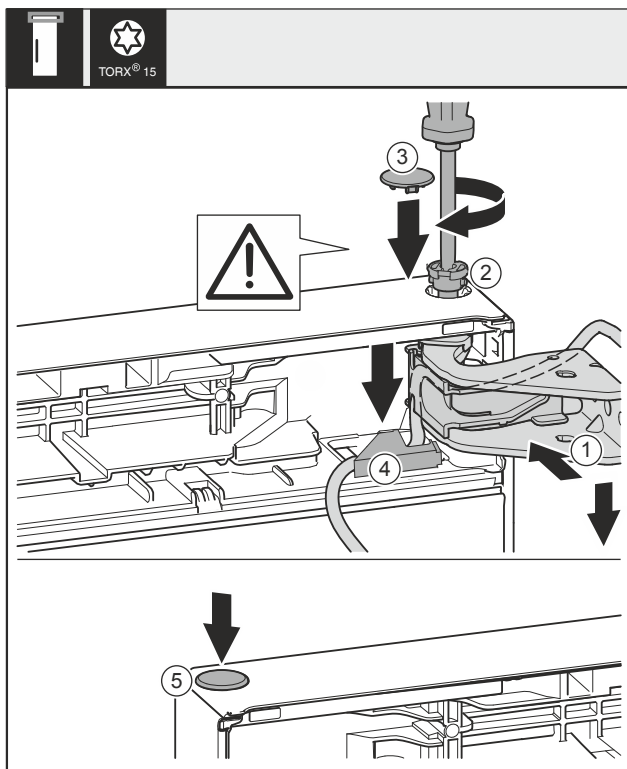

Fig. 44
- Vyrovnajte dvere hore s otvorom v ložiskovej konzole Fig. 44 (1).
- Vložte čap Fig. 44 (2) a pevne ho priskrutkujte skrutkovačom.
- Namontujte poistný kryt pre poistku dverí: Nasadíte poistný kryt Fig. 44 (3) a skontrolujte, či prilieha ku dverám. Inak čap vložte úplne.
- Nasadíte kryt Fig. 44 (4) a zatlačíte ho nadol, kým nezapadne.
- Vložte zátku Fig. 44 (5).